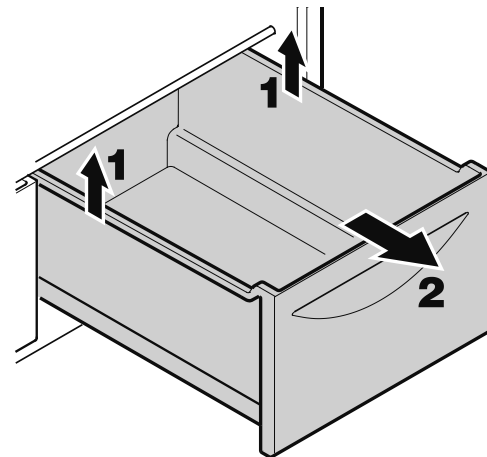

Figure 15
Sortir complètement le tiroir, le saisir à l'arrière et le soulever - **Figure 15**.
- Retirer les tiroirs à légumes comme à la **Figure 15**.